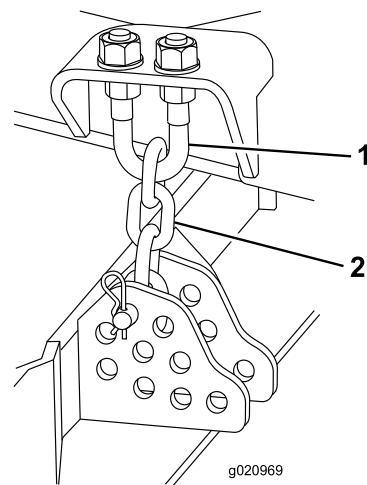

Figure 123
1. Desserrez les écrous de blocage en haut ou en bas de l'étrier fileté de la chaîne de hauteur de coupe (Figure 123).